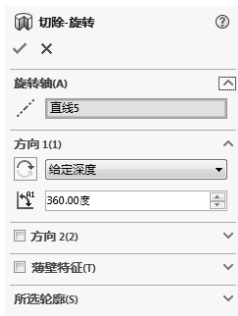

图 7-66 切除-旋转特征
8) 旋转切除特征。单击“特征”控制面板中的 (旋转切除) 按钮，弹出“切除-旋转”属性管理器，参数设置如图 7-66 所示，单击 (确定) 按钮，生成球头工作面。